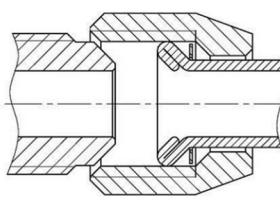

Рисунок 1.2
- При монтаже резьбовых соединений типа «Flare» (Рис. 1.2), во избежание неплотного соединения, не допускать перекос соединяемых деталей. При затяжке резьбовых соединений фреоновых магистралей с конденсаторным и испарительным блоком, необходимо поддерживать штуцер узла вторым гаечным ключом. При затяжке гаек соблюдать величины крутящих моментов, приведенные в таблице 1.3.